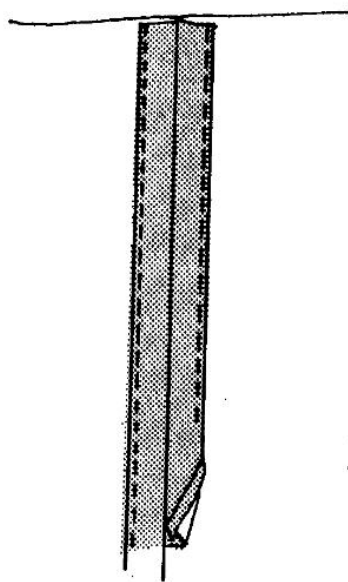

Рис. 105
4. Подогните вниз края обоих припусков на 5 мм. Приколите булавками, приклейте или наметайте припуски на изделие, затем настрочите их строчкой в край (рис. 105).